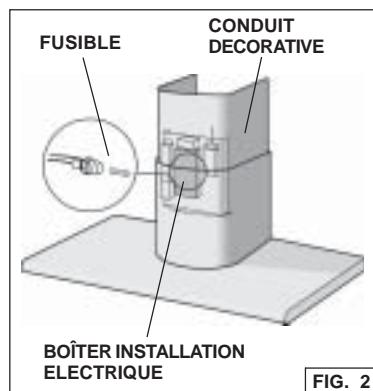

FIG. 2
1. Retirez le carneau décoratif. Fig. 2.